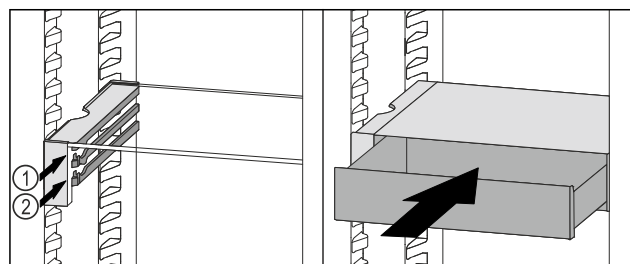

Fig. 55
- ▶ Predal VarioSafe namestite za zaustavljalnimi elementi na željeni nastavek Fig. 55 (1) ali Fig. 55 (2).